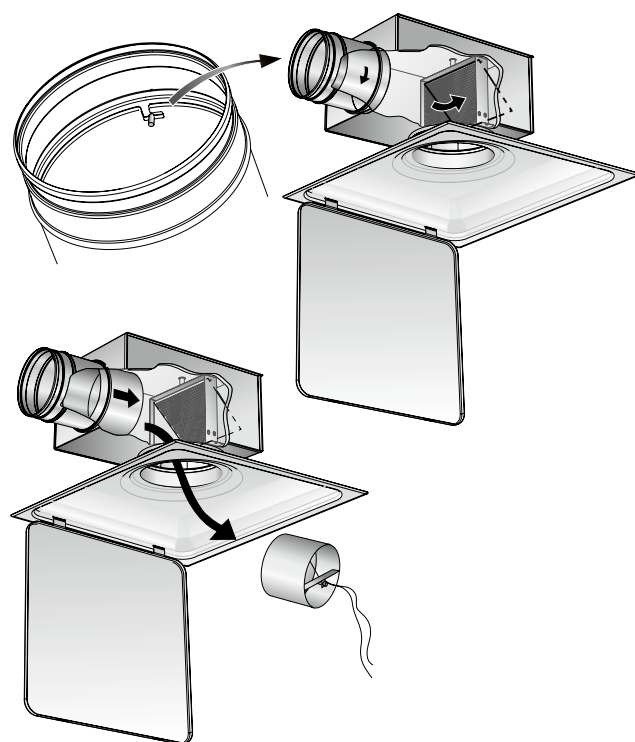

Figure 5. Démontage du registre en cas d'utilisation d'un plénum d'équilibrage ALS ou REACT ALS.
- Pour nettoyer le circuit de gaines, ouvrir le panneau du diffuseur. Pour les pléniums d'équilibrage REACT ALS ou ALS, faire glisser la plaque du distributeur sur le côté puis dégager le registre de son support. Voir Figure 5.